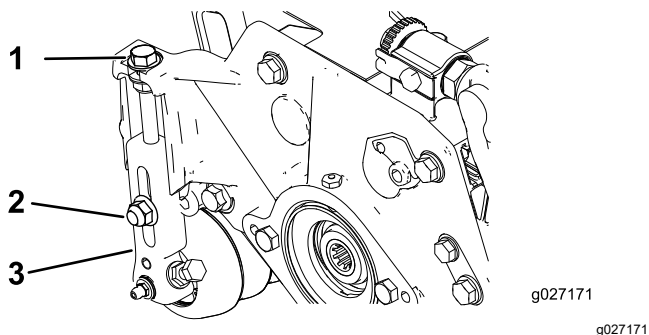

Figura 15
1. Allentate i dadi di bloccaggio che fissano i bracci dell'altezza di taglio alle piastre laterali dell'apparato di taglio (Figura 15).